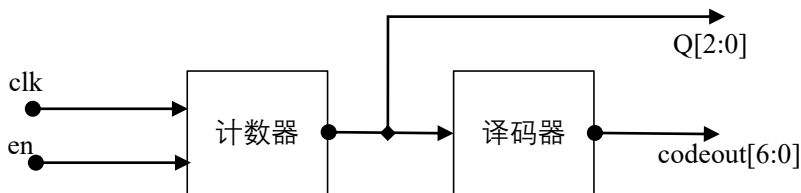

图 1 顶层电路框图
1. 用 Verilog HDL 以层次化的设计方法，结合实验 1 的译码器电路（需修改部分代码），使用下文计数器模块代码“Code-1 7 进制计数器”（自行修改模块名称），将计数器输出 Q 与译码器输入 x(codein)相连，译码器输出 codeout 锁定到实验箱的 LED 上，设计一个彩灯控制器。LED 在控制电路的驱动下，按图 2 所示规律点亮/熄灭（●表示亮灯，○表示灭灯）。对整体电路进行仿真，应当能够看到 en 为高电平时计数器的输出值自动增加，相应地译码器的输出随时间 t 变化依次改变，并循环。图 1 为顶层电路框图。